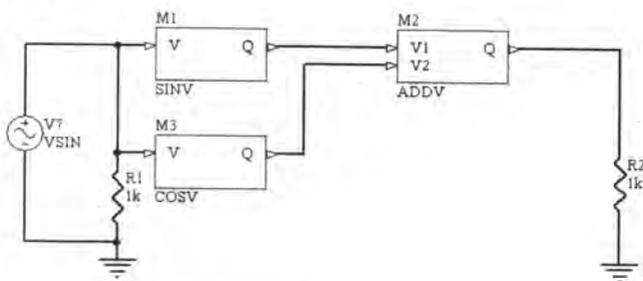

图 7-27 放置正弦电压激励源
- [2] 在【元件库】面板中，打开集成库“Simulation Sources.IntLib”，找到正弦电压源“VSIN”，放置在仿真原理图“仿真数学函数.SCHDOC”中，并进行接地连接，如图 7-27 所示。